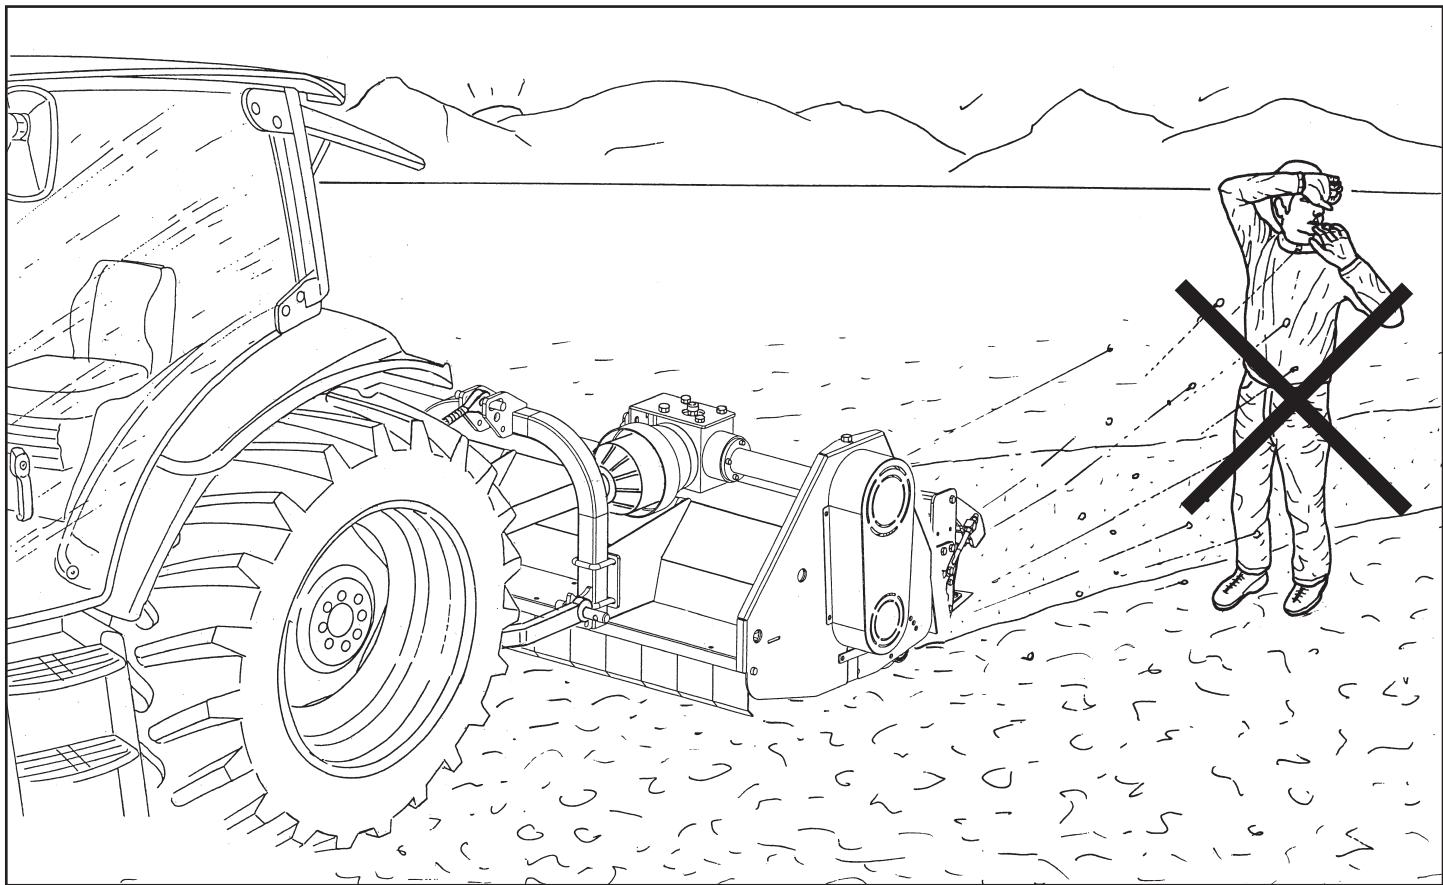
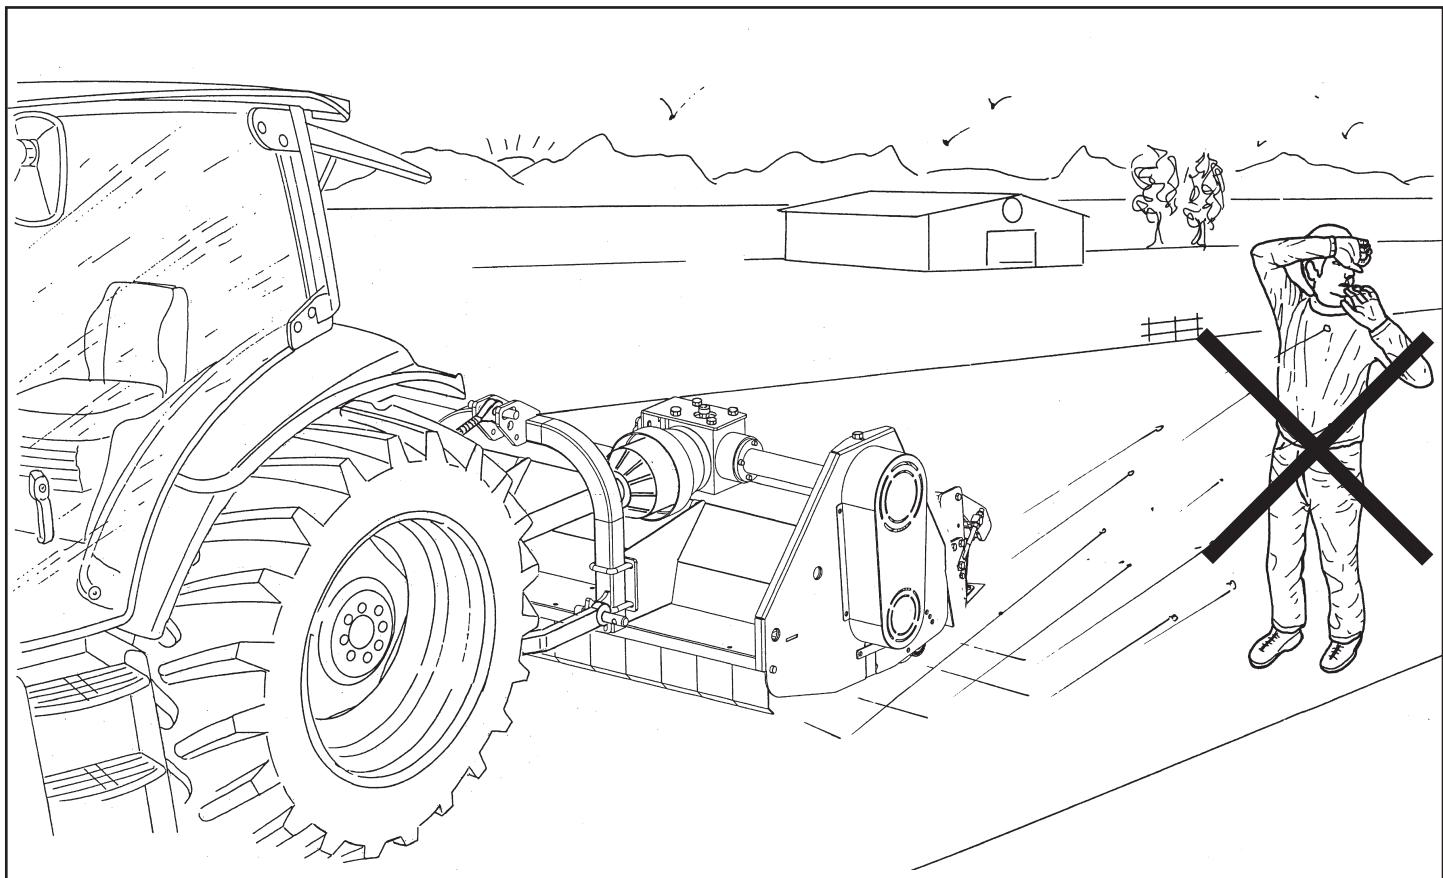

Fig. 4
Fig. 4A
- Gli utensili in rotazione, possono essere causa di proiezione di materiale con grave rischio per l'incolumità di una persona che dovesse essere colpita; si ribadisce quindi ulteriormente il divieto per chiunque di avvicinarsi alla macchina quando è in lavoro (**Fig. 4**) o anche solo in movimento e a maggior ragione quando è sollevata dal terreno (**Fig. 4A**). È responsabilità del conducente della trattice sorvegliare che nessuno si avvicini alla macchina in funzione e di spegnerla in caso contrario.
- The rotating tools can cause material to be thrown off with serious risk for the safety of the person who gets struck; therefore, no one must approach the machine when it is in operation (**Fig. 4**) or even if it is just moving, and all the more, when it is raised off the ground (**Fig. 4A**). It is the tractor driver's responsibility to make sure no one approaches the machine while it is in operation, and to switch it off otherwise.